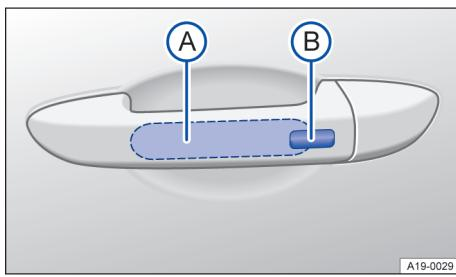

Fig. 57 Na maçaneta da porta: superfícies do sensor.
- Tocar a superfície do sensor → **Fig. 57 A** na parte interna da maçaneta da porta do condutor ou do passageiro dianteiro.
- Tocar a superfície do sensor → **Fig. 57 B** no lado externo da maçaneta da porta.
- Além disso, dentro de cinco segundos, tocar uma vez o sensor no lado externo da maçaneta da porta → **Fig. 57 B**. Assim, não agarrar na maçaneta da porta.
- Manter os dedos alguns segundos na superfície do sensor da maçaneta da porta do condutor ou do passageiro dianteiro → **Fig. 57 B**.